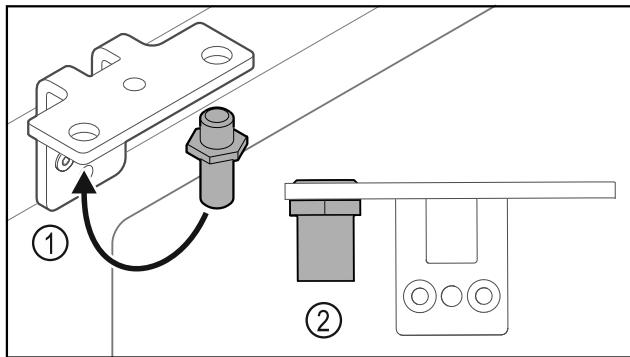

Fig. 26
- ▶ Cambiar la posición del perno Fig. 26 (1) en la escuadra de bisagra.
- ▶ Apretar el perno Fig. 26 (2) con un **par de 12 Nm**.